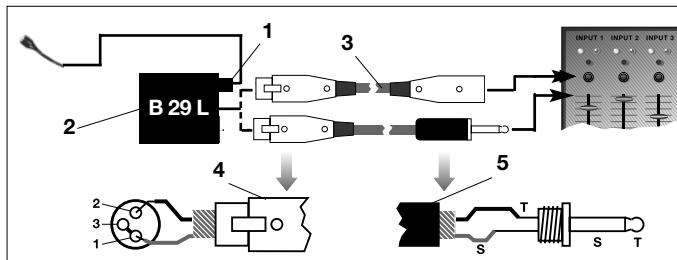

Fig. 3 : Schéma de raccordement avec B 29 L
Voir Fig. 3.
Cf. Fig. 3. 2. Raccordez le B 29 L (2) sur l'entrée voulue.
- Pour le raccordement sur une entrée symétrique, utilisez un câble XLR (3) en vente dans le commerce.